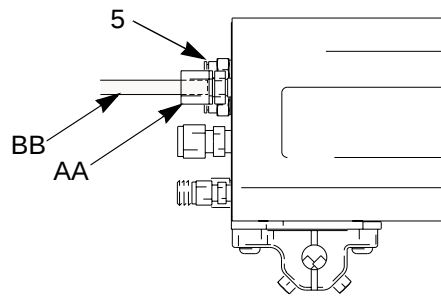

Fig. 7. Fiberoptisk kabel
2. Skruva bort muttern (AA) från fiberoptikkopplingen (5) och trä muttern över änden på fiberoptikkabeln (BB). Se Fig. 7.
3. Tryck in kabeln (BB) i kopplingen (5) tills den bottnar. Dra åt muttern (AA) så att kabeln hålls fast.